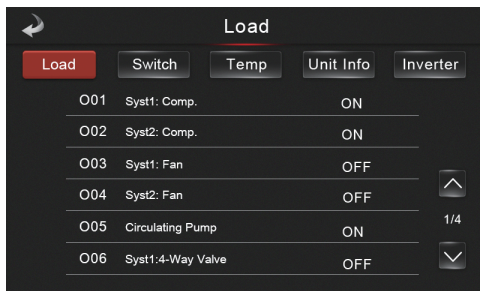

Рис.13-2 Інтерфейс стану блоку
В інтерфейсі стану натисніть кнопку стану блоку (430), а потім введіть пароль «22», щоб запитати параметр стану блоку, натисніть «Load», «Switch», «Temp», «Unit info» або «Inverter», щоб запитати відповідні параметри (Рис. 13-2).